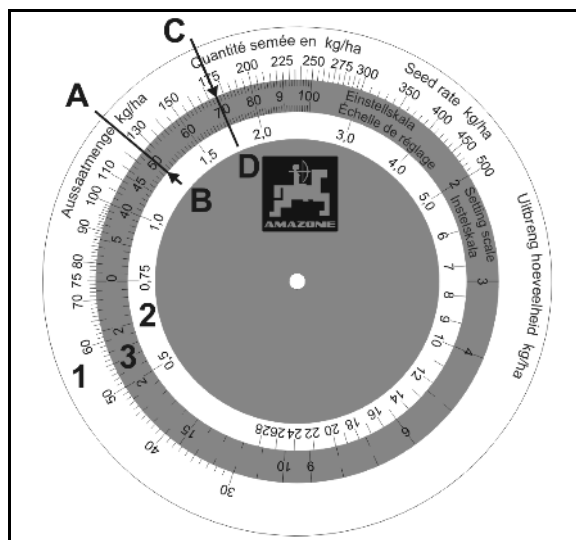

Рис. 89
Логарифмический диск имеет три шкалы: внешней шкалы белого цвета (Рис. 89/1) для всех норм высева свыше 30 кг/га и внутренней шкалы белого цвета (Рис. 89/2) для всех норм высева ниже 30 кг/га. На средней, цветной шкале (Рис. 89/3) указаны положения редуктора от 1 до 100.
2. Значение нормы высева – **125 кг/га** (Рис. 89/A) и положение редуктора – **50** (Рис. 89/B) устанавливаются на логарифмическом диске друг над другом.
3. Теперь с помощью логарифмического диска узнайте значение положения редуктора для нужной нормы высева **175 кг/га** (Рис. 89/C). На нашем примере положение редуктора равно **70** (Рис. 89/D).